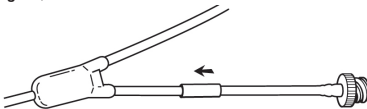

Fig. 15
6. Deslizar el manguito sobre la unión (Fig. 15).